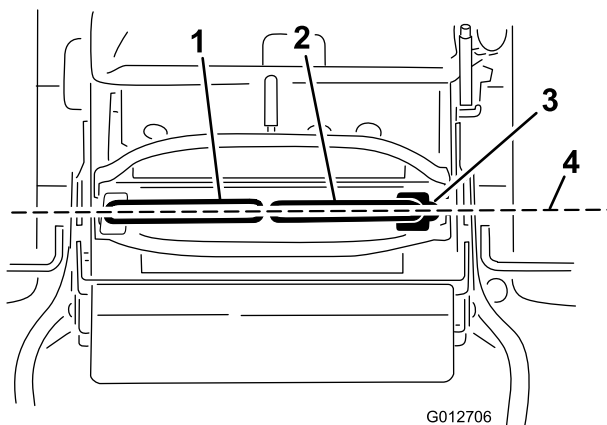

Figura 70
Importante: Controllate che l'allineamento del tosaerba sia giusto dopo aver regolato le leve di controllo del movimento. La messa a punto dell'allineamento e l'allineamento longitudinale delle leve di controllo del movimento sono la stessa procedura (Figura 70).
1. Una volta completato l'allineamento orizzontale, verificate l'allineamento longitudinale spingendo leggermente le leve di controllo in avanti per correggere l'eventuale gioco a livello della tiranteria delle leve di controllo (Figura 70).